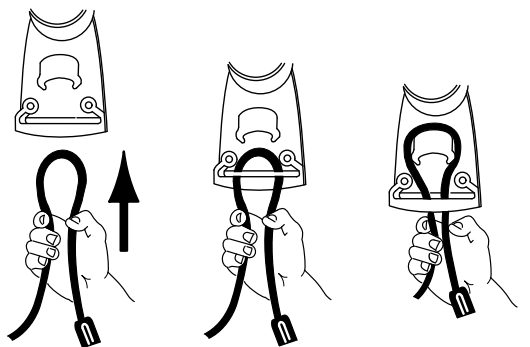

Figure 12
1. Faites une boucle avec le fil de la rallonge et accrochez-la dans le dispositif de blocage (Figure 12).